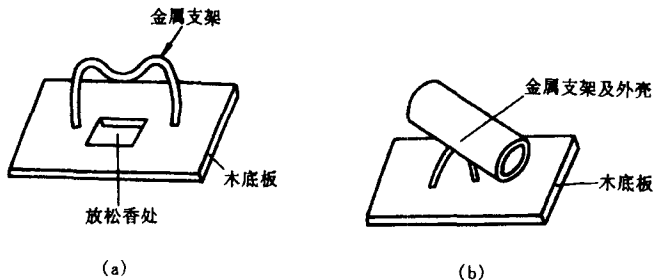

图 1-1 电烙铁支架示意图
② 新买来的电烙铁要先搪锡,具体方法是:用锉刀将烙铁头锉一下,使之露出铜芯,然后通电,待电烙铁刚有些热时,将烙铁头接触松香,使之粘些松香,待电烙铁全热后,给烙铁头吃些焊锡,这样电烙铁头上就搪了焊锡。
③ 通电后的电烙铁在较长时间不用时,要拔下电源引线,不要让它长时间热着,否则会烧死电烙铁。当烙铁烧死后,烙铁头不能含锡,此时要再用锉刀锉去烙铁头表面的氧化物,再搪上焊锡。
④ 自己的电烙铁不要借给他人,如果他人将电烙铁损坏(指存在漏电等故障)后还来,而在自己不知道的情况下通电使用会出危险。若借给他人,还回后应作安全等检查。
⑤ 在修理中,要养成一个良好的习惯,即电烙铁要放置在修理桌上的某一固定位置,不能随便乱放,否则若将拆下的部件如机器外壳放到已加热的电烙铁上,将造成机壳损坏。
⑥ 做一个电烙铁支架,如图 1-1 所示,图(b)所示支架更适合于冬天使用,铁壳的圆筒外壳有利于保温。底板要用木质的,以绝热。底板中间开一个凹坑,以放助焊剂松香。